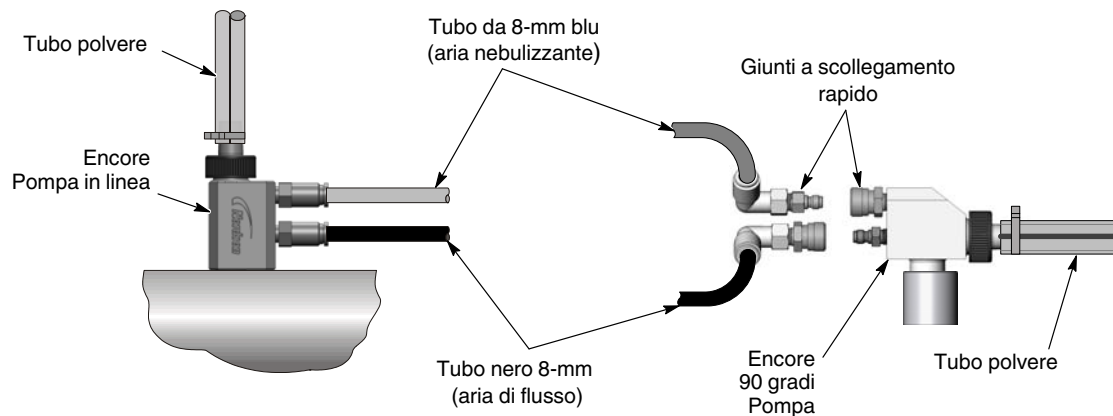

Figura 3-9 Collegamenti della pompa
3. Vedi figura 3-9. Collegare il tubo dell'aria ai raccordi della pompa.